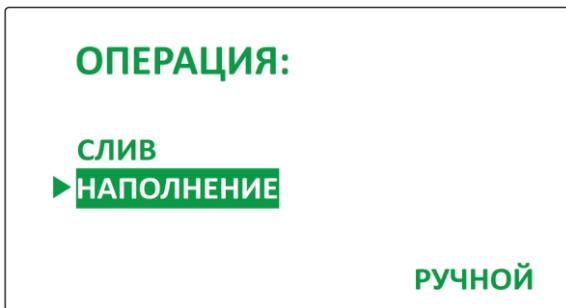

Рисунок 10
8.2.7.1. Установить на дисплее с помощью кнопок-индикаторов  и  маркер на пункте главного меню «НАПОЛНЕНИЕ», при этом в правой нижней части дисплея отобразится ранее заданный режим завершения (Рисунок 10).
- 8.2.8. Убедиться, что на дисплее Устройства отображается главное меню с отмеченной маркером операцией «НАПОЛНЕНИЕ» (Рисунок 10) и нажать кнопку-индикатор  для выполнения операции наполнения рабочего сосуда.